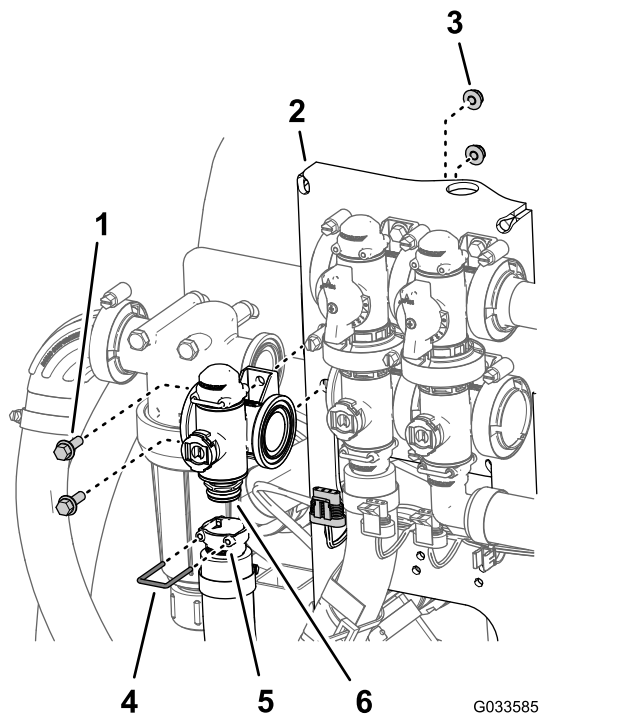

Figure 114
2. Retirez l'étrier qui fixe le raccord de sortie à l'accouplement du collecteur du régulateur de débit (Figure 114).
- Retirez les 2 boulons à embase ($\frac{1}{4}$ " x $\frac{3}{4}$ ") et les 2 contre-écrous à embase ($\frac{1}{4}$ ") qui fixent le régulateur de débit au support, puis déposez le collecteur de la machine (Figure 114).